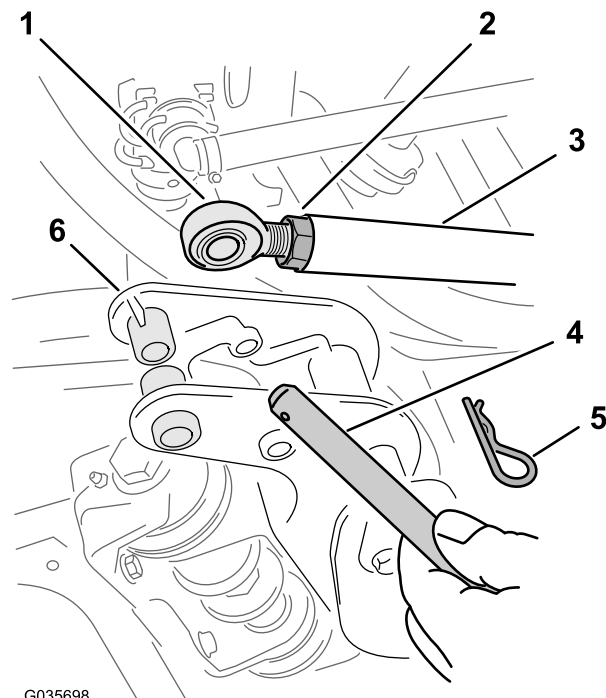

Figura 7
2. La nivelul suportilor de pivotare ai seciunilor exterioare ale braului, îndepărtați știftul în formă de agrafă și știftul cu cap și gaură pentru cui spintecat care fixează capătul tijei pentru cilindru de ridicare pe suportul de pivotare (Figura 7).
5. Slăbii contrapiuliile de la capetele tijei pentru fiecare cilindru de ridicare (Figura 7).
6. Reglai capătul tijei pentru capătul cilindrilor de ridicare până când orificiile din capetele tijei se aliniază cu orificiile din suportii de pivotare pentru seciunile braului (Figura 7).
8. Fixai cuiele spintecate la suportii de pivotare cu tifturile în formă de agrafă (Figura 7) pe care le-ai îndepărtat la pasul 2.
9. Strângeți bine contrapiulia de la fiecare tijă (Figura 7).